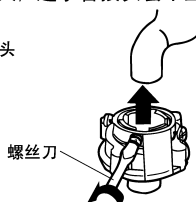

图2
2. 将进水管接头四个螺钉松至可套在水龙头上为止，然后将进水管接头套在水龙头上，如图2。如果水龙头口径偏大，进水管接头套不上，则松开四个螺钉，取下衬套，如图3。